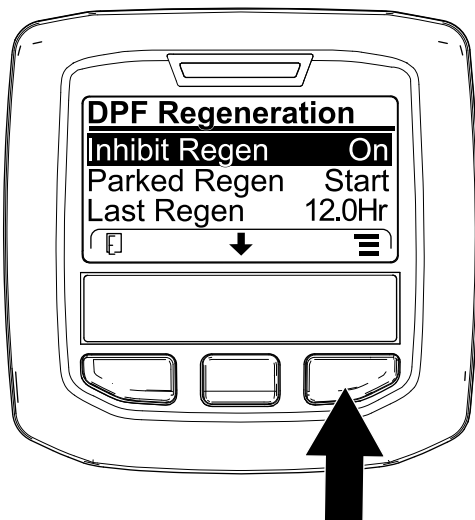
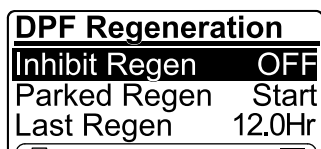

Figura 40
Figura 41
1. Accedete al menu DPF Regeneration, premete il pulsante centrale per scorrere il menu verso il basso fino all'opzione INHIBIT REGEN, quindi premete il pulsante destro per selezionare la voce Inhibit Regen (Figura 40).
2. Premete il pulsante destro per modificare l'impostazione dell'inibizione della rigenerazione da accensione a spegnimento (Figura 40) o da spegnimento ad accensione (Figura 41).